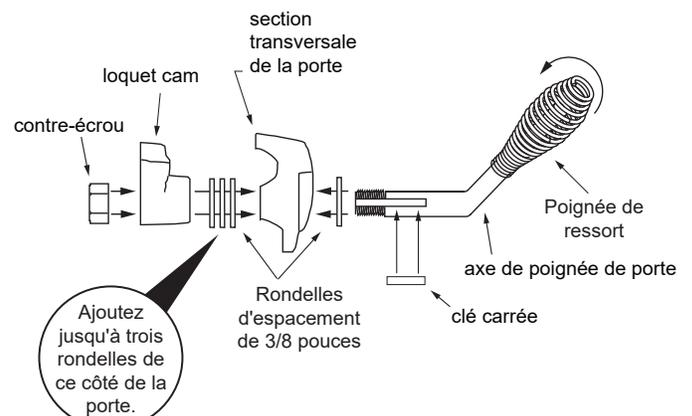

Figure 25.3 - Poignée de porte pour porte voûtée
3. Ajoutez jusqu'à trois rondelles comme indiqué à la **Figure 25.3** à l'intérieur de la porte.
7. Installez la poignée en tournant dans le sens inverse des aiguilles d'une montre jusqu'à l'emplacement désiré sur la tige de la poignée de porte (**Figure 25.3**).